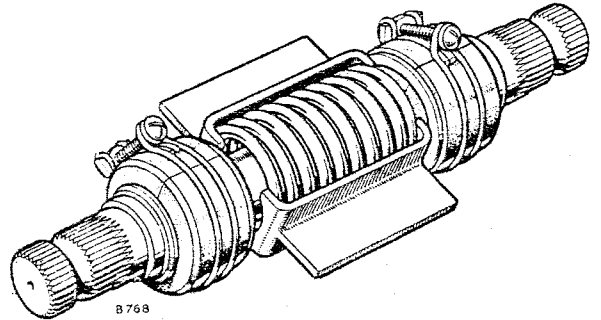

Fig. G-7—Montaje del conjunto del eje-compensador de la dirección.
4. Colóquese otra arandela, y móntese el casquillo partido restante en al eje, asegurándolo con una abrazadera de manguera en la misma forma que en el caso anterior (Fig. G-7).